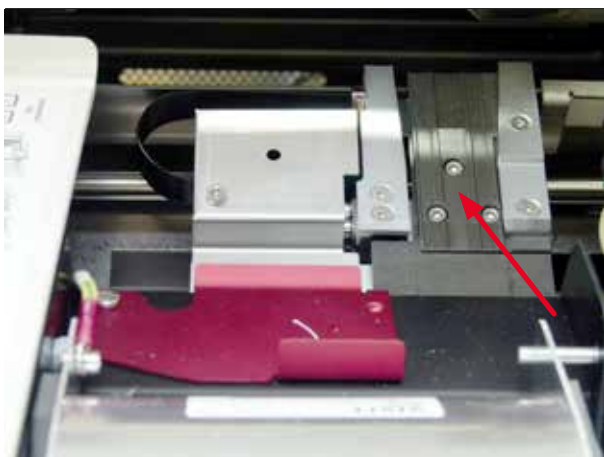

Fig. 50
- Estação de transporte (→ "Fig. 50")
- Feche a aba após a limpeza e antes de usar o aparelho (→ "Fig. 50").